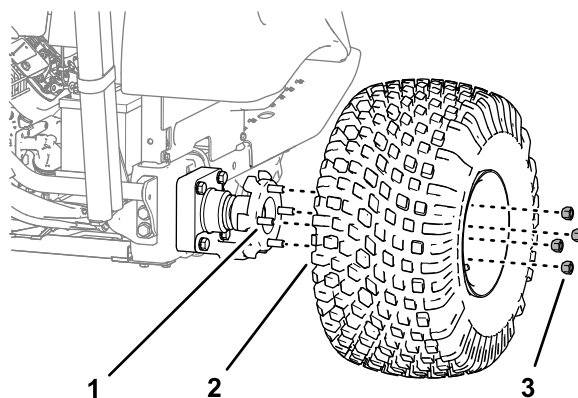

図 29
2. ホイールをハブに固定しているホイールナット4個を外してホイールとタイヤを取り外す 図 29。
- ホイールハブのスタッドにホイールとタイヤを組み付ける 図 29 ステップ2で外したホイールナット4個を使用し、ナットを手締めする。